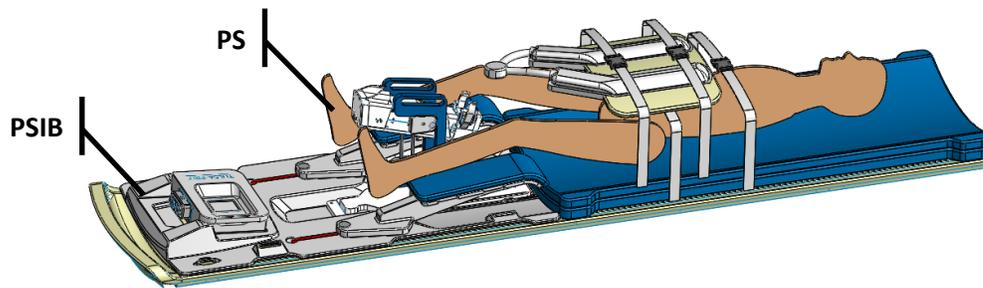

Abbildung 33: Einrichten von UA, ECD, Schlauchsätzen, PS, PSIB
10. Befolgen Sie die Anweisungen in diesem Handbuch, um UA, ECD, Schlauchsätze, PS und PSIB (*Abbildung 33*) einzurichten.